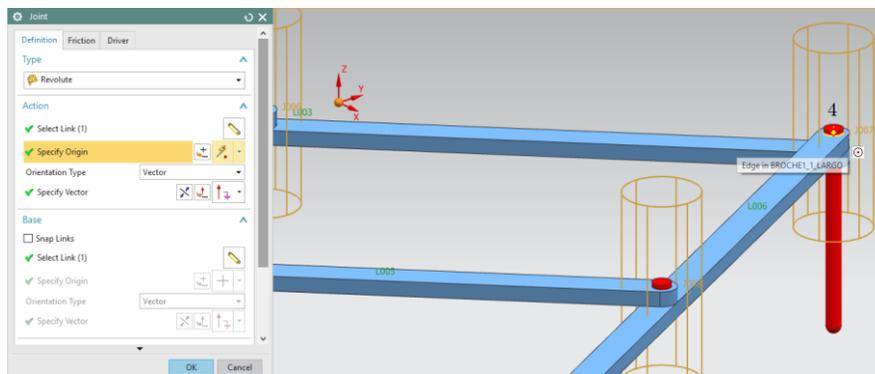

Figura 1.2.17 Articulación 6.
Joint 6: Seleccionar Link L006 en **Select>Select Link**, seleccionar (4) en **Specify Origin** y en **Base>Select Link** seleccionar Link L003 (Figura 1.2.17).